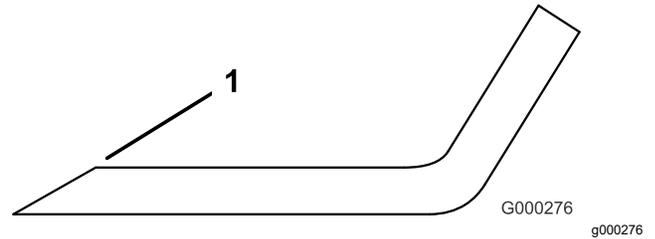

Figure 110
1. Au moyen d'une lime, aigüisez les tranchants aux deux extrémités de la lame (Figure 110).
**Remarque:** Si la lame est déséquilibrée, limez un peu l'extrémité de l'ailette seulement (Figure 110).